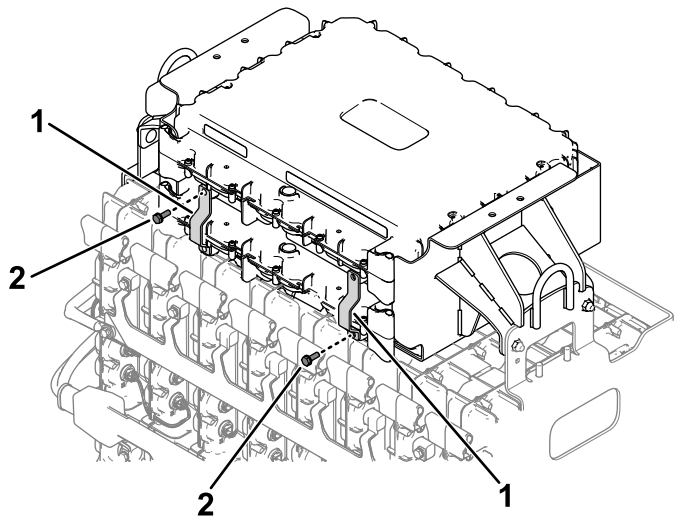
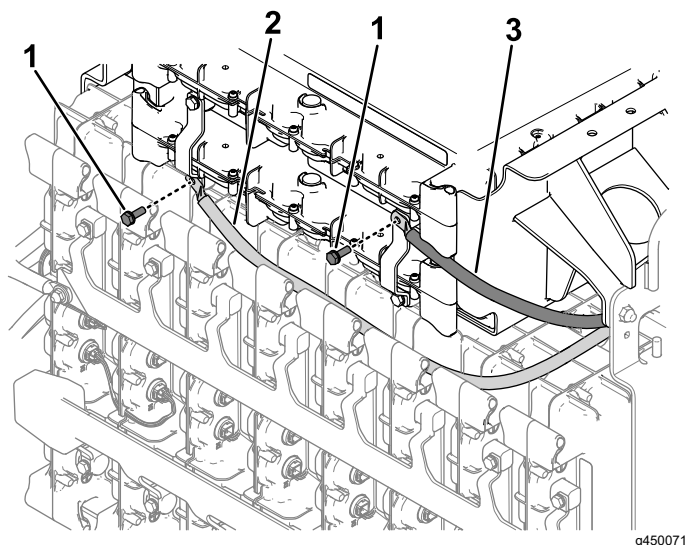
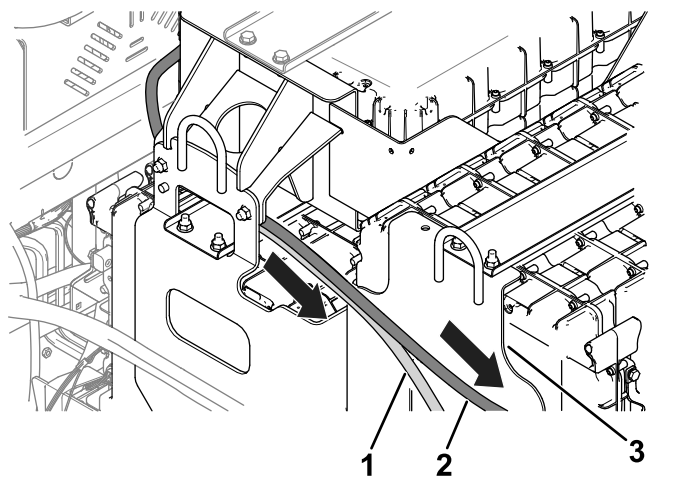

Figure 3
Figure 4
Figure 5
- Utilisez 2 boulons à tête hexagonale (1/4") pour fixer légèrement les barres omnibus sur les batteries (Figure 3).
- Utilisez 2 boulons à tête hexagonale ($\frac{1}{4}$ ") pour connecter les câbles rouges et noirs des batteries aux barres omnibus que vous avez installées à l'opération précédente (Figure 4).
- Assurez-vous que les barres omnibus sont parfaitement en place et serrez les boulons à tête hexagonale (Figure 3 et Figure 4) à 11 N·m.
- Acheminez les câbles des batteries vers le support de batteries arrière, comme montré à la Figure 4 et la Figure 5.